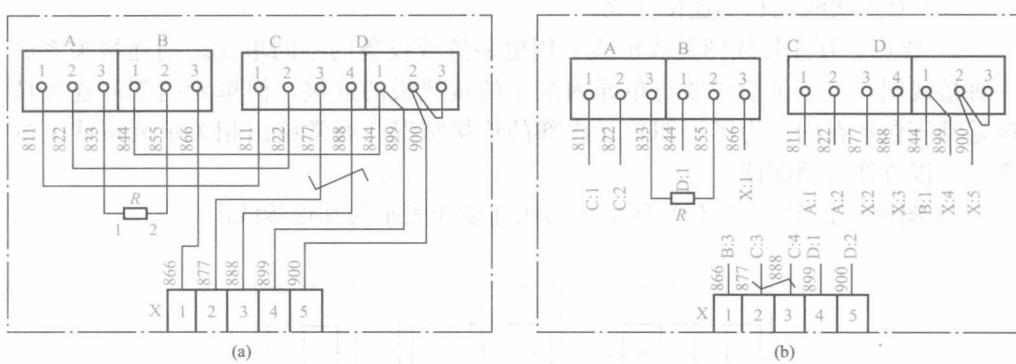

图 1-6 简单的单元接线图
3) 图例。如图 1-6 所示, 为简单的单元接线图。
4) 图例说明。简单的单元接线图, 其中图 1-6 (a) 用连续线表示, 图 1-6 (b) 用中断线表示。该图共有 6 个项目, 即 A、B、C、D、R、X。图中清楚地表明了各项目之间的连接关系。